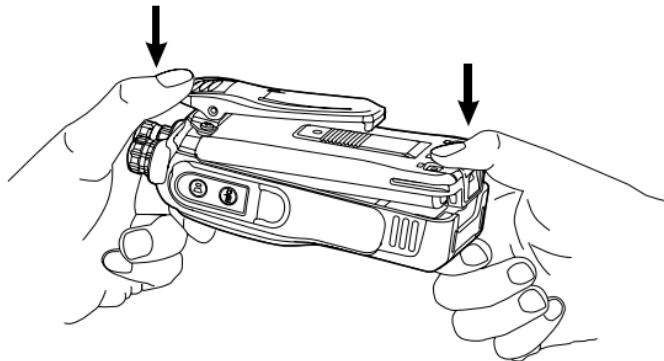

图2
② 如图2，轻压电池底部，直至“咔嗒”一声，电池与主机底部将扣紧，这时电池安装完毕。